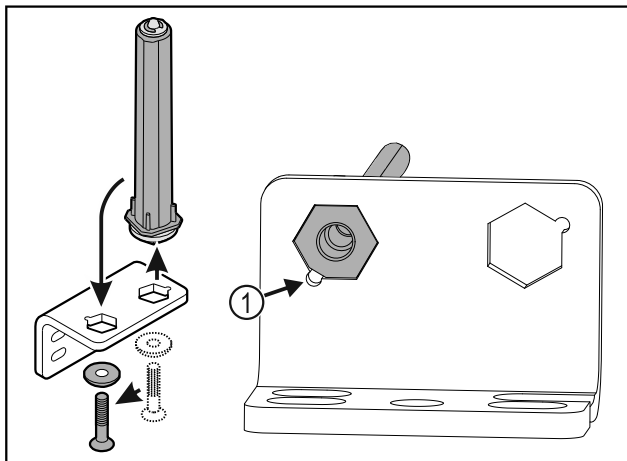

Fig. 26
- Se till att bultens fasning Fig. 26 (1) är vänd mot det runda hålet vid isättningen.